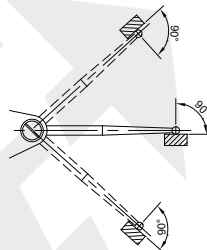
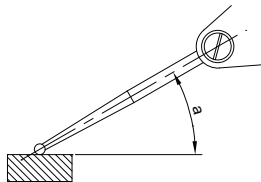

fig.4
fig.5
3. Durante la medición, los palpadores deben estar en posición vertical con respecto a la dirección de medición (fig. 4). Cuando el palpador forma un ángulo con la dirección de medición (fig. 5), se debe realizar la siguiente corrección.